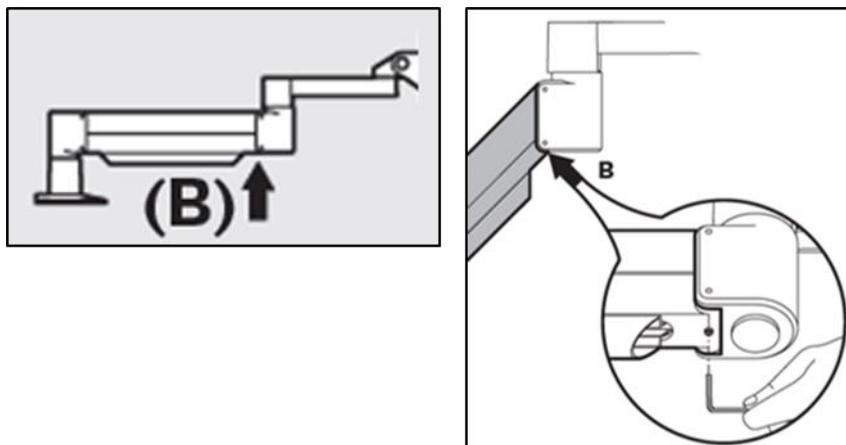

Abbildung 4-6. Schraube B des Gegengewichts lösen
- Positionieren Sie den Schwenkarm erneut horizontal. Lösen Sie Schraube B des Gegengewichts mit mindestens einer halben Umdrehung der Schraube. Verwenden Sie einen 3/32-Inbusschlüssel. Siehe Abbildung 4-6.
- Positionieren Sie den Arm parallel und ziehen Sie **Schraube B des Gegengewichts** bis zum Anschlag an. Ziehen Sie die Schraube dann mit einer maximal Halb- bis Dreiviertel-Umdrehung fest. Siehe Abbildung 4-6.